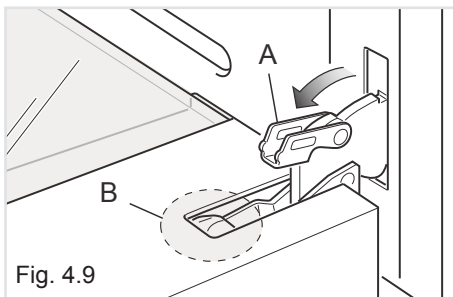
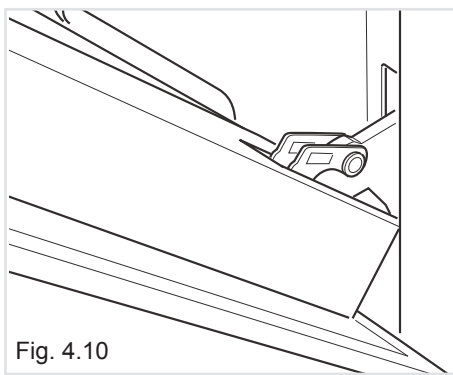

Fig. 4.9
Fig. 4.10
- Aprire completamente la leva "A" delle cerniere destra e sinistra (fig. 4.9).
- Socchiudere dolcemente la porta (fig. 4.10) fino a quando le leve "A" delle cerniere destra e sinistra si agganciano alla parte "B" della porta (fig. 4.9).